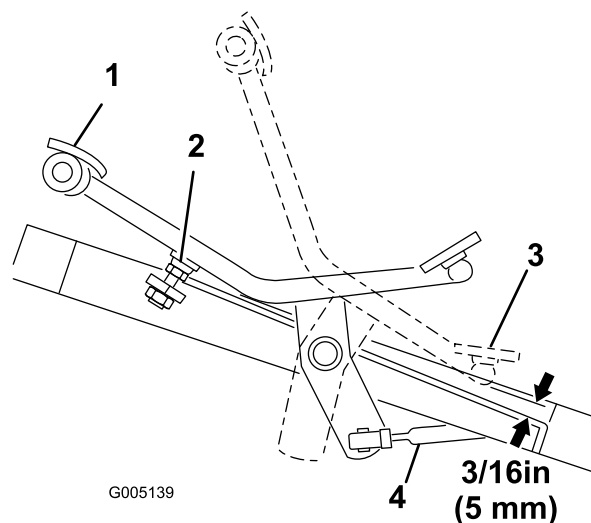

Bild 40
1. Drücken Sie das Fahrpedal ganz nach vorne durch, bis die Ventilschule im 5. Abschnitt vollständig herausgezogen ist. Dabei muss das Pedal den Pedalanschlag berühren (Bild 40).
2. Prüfen Sie die Entfernung zwischen der Unterseite des Pedals und dem Fußbrett, siehe Bild 40. Der Abstand sollte ungefähr 5 mm betragen. Sie müssen die Fahrschaltstange einstellen, wenn der Abstand mehr oder weniger als 5 mm beträgt. Führen Sie folgende Schritte aus:
- Entfernen Sie die Klemmmutter und das Kugelgelenk, mit denen die Schaltstange (Bild 40) an der Fahrwellen-Schwenkplatte befestigt ist.